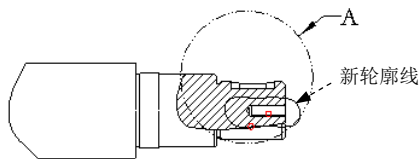

图 3.10.7 绘制轮廓线
Step4. 如果想改变原来的轮廓线，可在系统  在当前视图上草绘样条来定义外部边界。的提示下，绘制图 3.10.7 所示新的封闭样条线以定义放大视图的轮廓，单击中键结束绘制（在绘制边界线前，不需选择样条线的绘制命令，而是直接单击进行绘制）。